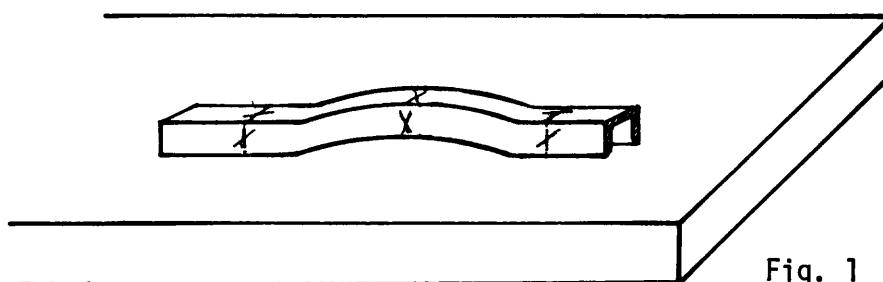

Fig. 1
- b Marque el punto medio entre ambos extremos (fig. 1).